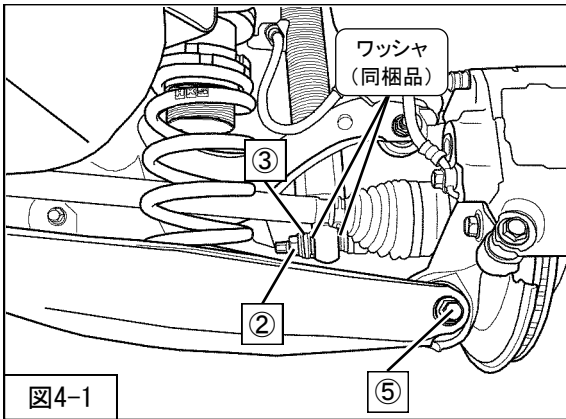
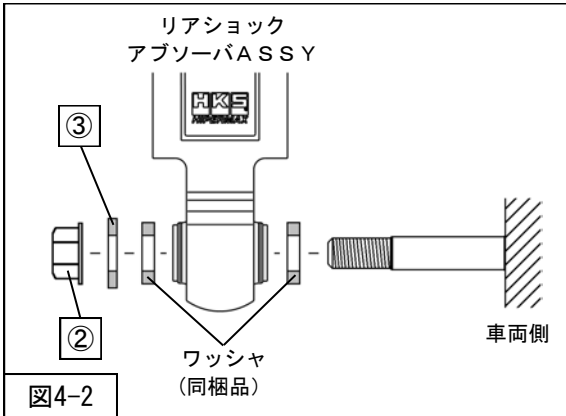

図4-1
図4-2
1. P 6「サスペンションASSY構成図」を参考に、コイルスプリングインシュレータUPR（純正部品）ライドハイトアジャスターASSY（同梱品）リアスプリング（同梱品）コイルスプリングインシュレータLWR（純正部品）を車両に取付けてください。（図4-1）
2. 木片およびジャッキ等で支えながら、ロアアームが水平になるまで荷重をかけ、⑤ロアアーム取付ボルト・ナット（締付トルク：73N・m）を取付けてください。（図4-1）
3. ロアアームを支えているジャッキをおろし、ワッシャ（同梱品）③ワッシャ（純正部品）②リアショックアブソーバASSYロア取付ナット（締付トルク：135N・m）を使用して、リアショックアブソーバASSY（同梱品）を車両に取付けてください。（図4-1・図4-2）